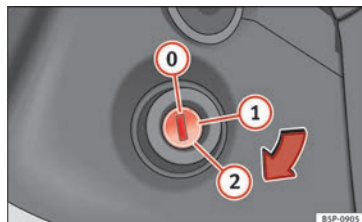

Abb. 125 Positionen des Fahrzeugschlüssels.
Fahrzeugschlüssel » Abb. 125
3.	Nur bei Fahrzeugen mit Dieselmotor: Zum Vorgeglühen den Schlüssel im Zündschloss auf die Position »» Abb. 125 ① drehen. Im Kombiinstrument leuchtet die Kontrollleuchte ⊞ auf.